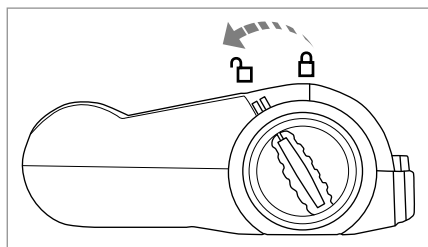

Abb. 7
- 2) Entriegeln Sie die Bürstenrolle 18, indem Sie die Bürstenrollenentriegelung 17 in Richtung des Symbols  (offen) drehen (Abb. 7).